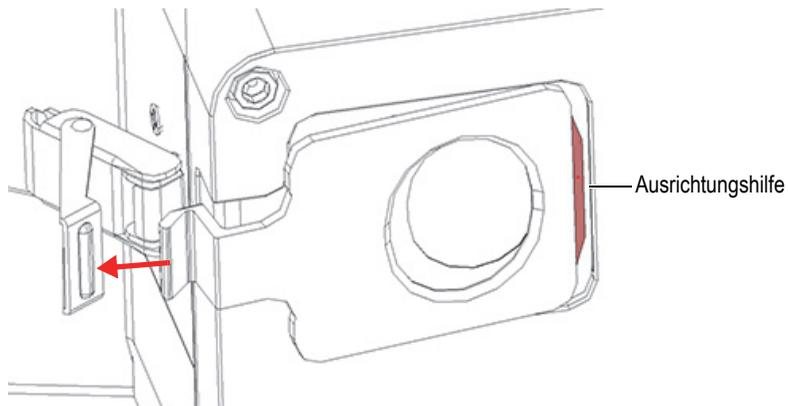

Abbildung 4-4 Ausrichtungshilfe der Messfensterplatte komplett sichtbar
5. Ziehen Sie die Messfensterplatte ein wenig nach links bis die Ausrichtungshilfe ganz sichtbar ist (Abbildung 4-4 auf Seite 65). Entfernen Sie dann die Messfensterplatte vom Gerät.